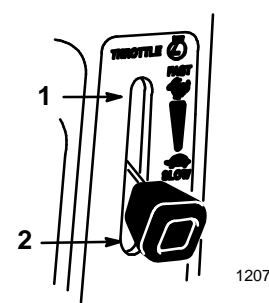

Figure 5
5. Mettre la manette des gaz en position rapide ("FAST", fig. 5).
7. Lorsque le moteur a démarré, ramener la manette de starter en position dégaagée ("OFF", fig. 5) et amener doucement la manette des gaz dans la position souhaitée. Si le moteur hésite ou cale, ramener la manette de starter en position engagée ("ON") durant quelques secondes. Mettre ensuite la manette des gaz en position rapide ("FAST"). Répéter si nécessaire.
1. Mettre la manette des gaz en position lente (“SLOW”, fig. 5).